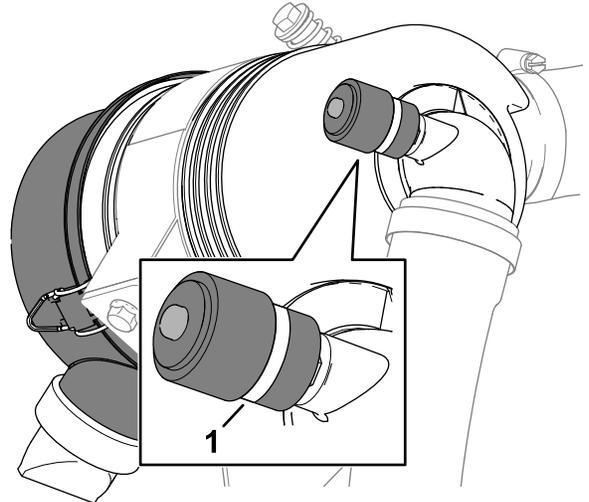

図 77
3. エアフィルタハウジングの端にある整備インジケータを確認する **図 77**。